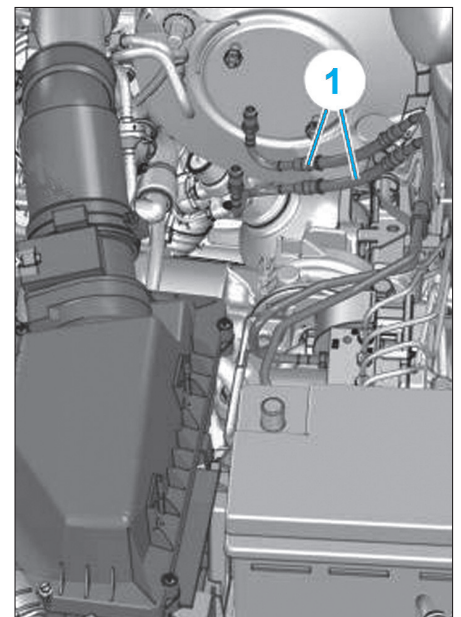

Fig. 42
- les canalisations de frein (1) (Fig.42).